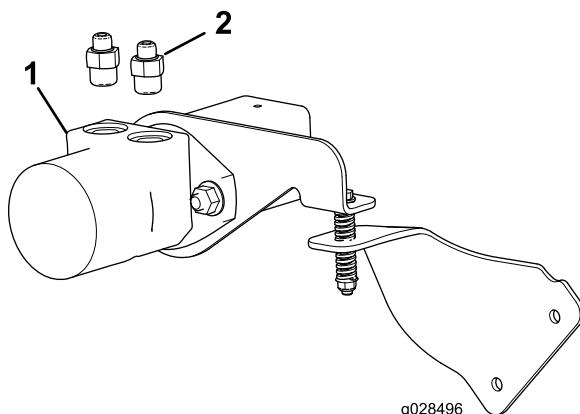

Figura 3
4. Montate i 2 raccordi idraulici diritti (5/8 poll.) sul motore idraulico, come illustrato nella Figura 3.
2. Raccordo idraulico diritto - 5/8 poll. (2)
5. Montate manualmente a 90 gradi i raccordi dei 2 flessibili idraulici sui 2 raccordi diritti (Figura 3) fino a quando non sono stretti.
6. Montate un accoppiatore rapido maschio sull'altra estremità di ciascuno dei 2 flessibili idraulici (Figura 3).